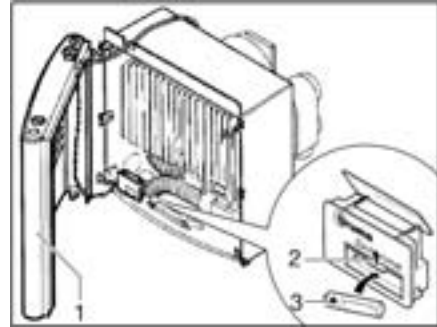

Bild 108 Heizung geöffnet
- Verkleidung (Bild 108,1) seitlich anstellen, damit die Anschlusskabel für das Warmluftgebläse sowie für die Zünd-Kontroll-Lampe nicht ausgesteckt werden müssen.
- Die Abdeckung des Batteriefachs am Zündautomaten (Bild 108,2) nach oben schieben.
- Eine neue Batterie (Bild 108,3) gleichen Typs polrichtig (+/-) in das Batteriefach des Zündautomaten einsetzen. Nur temperaturbeständige (+70 °C) und auslaufsichere Mignon-Batterien verwenden.